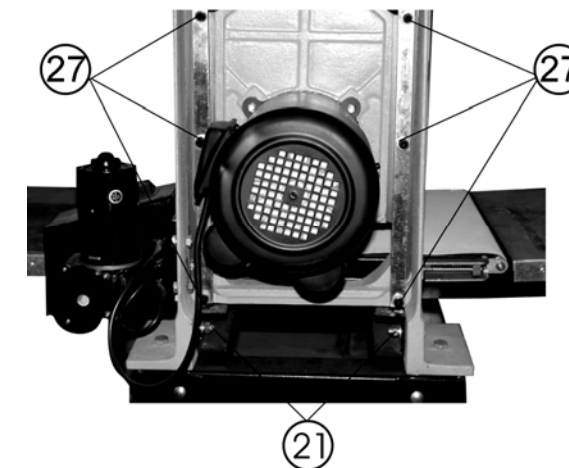

Рис. 5
9.2.1. Проверьте регулировку винтов (27) усилия подъема. Винты (27) следует отрегулировать так, чтобы установка высоты шлифования с помощью маховика (8) была плавной, но, в то же время, достаточной для ограничения отклонения барабана. Ослабьте винт фиксации (19). Если винты (27) закреплены слишком слабо, то барабан будет отклоняться во время работы, и поверхность шлифовки будет неровной. Если винты (27) затянуты слишком туго, то высоту барабана будет тяжело устанавливать, Рис. 5.
- Ослабьте два передних и два задних регулировочных болта (21), Рис. 5